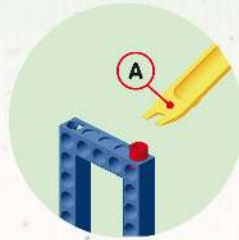

Fig. 3
3. Gebruik makend van het einde 'A' van de plug / as uittrekker, er kan dan een plug verwijderd worden zoals zichtbaar in Fig. 3.